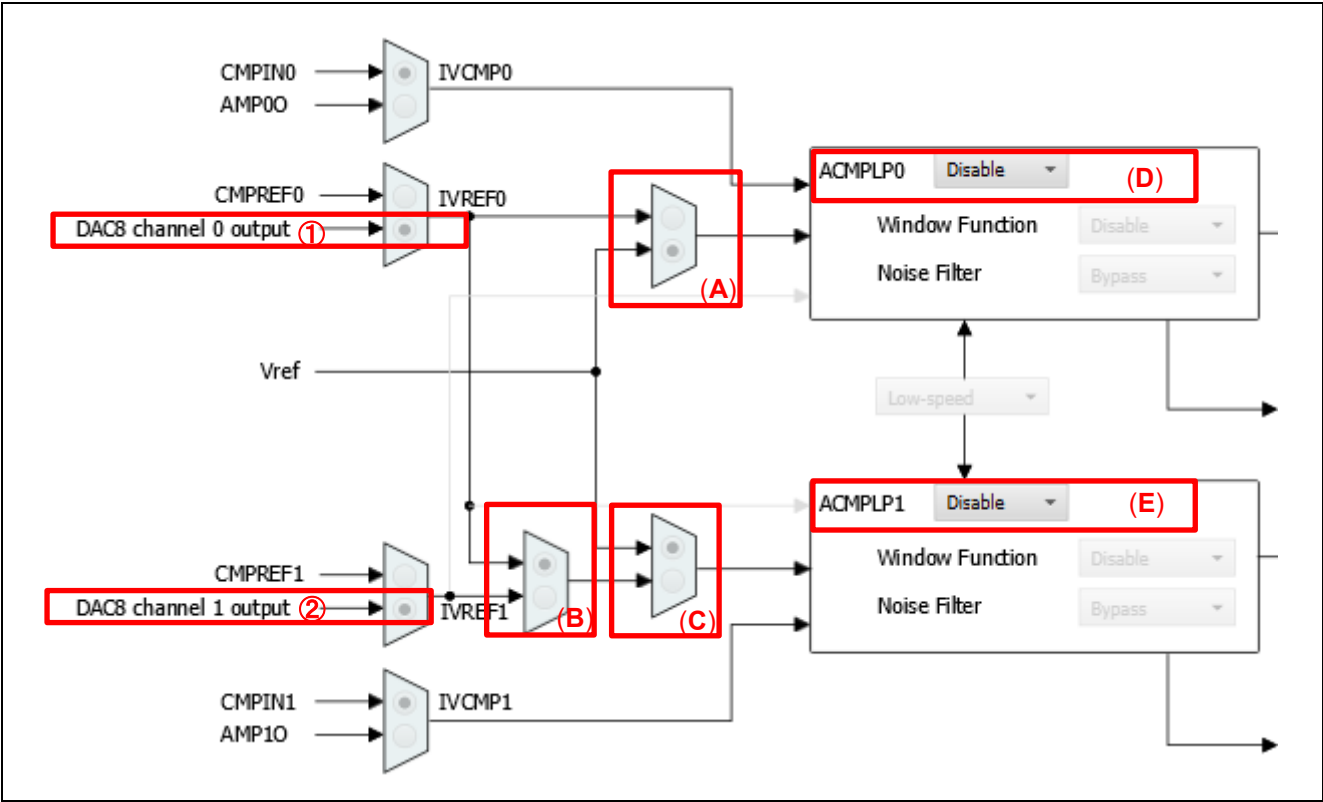

図 3-5 ACMPLP の設定例
- ACMPLP の「DAC8 channel 0 output」を選択した場合(図 3-5 の①)
- 図 3-5 の(A)で Vref を選択した場合
- ACMPLP0 を「Disable」に選択した場合(図 3-5 の(D))
- 図 3-5 の(B)で IVREF0 を選択、図 3-5 の(C)で Vref を選択、かつ ACMPLP1 を「Enable」に選択した場合(図 3-5 の(E)を Enable に設定)
上記 ACMPLP0 の設定では図 3-5 の①の設定が無効となります。そのため、図 3-5 の①を「DAC8 channel 0 output」から「CMPREF0」に変更してください。
■ ACMPLP の「DAC8 channel 1 output」を選択した場合(図 3-5 の②)
- 図 3-5 の(B)で IVREF0 を選択した場合
- 図 3-5 の(C)で Vref を選択した場合
- ACMPLP1 を「Disable」に選択した場合(図 3-5 の(E))
上記 ACMPLP1 の設定では図 3-5 の②の設定が無効となります。そのため、図 3-5 の②を「DAC8 channel 1 output」から「CMPREF1」に変更してください。